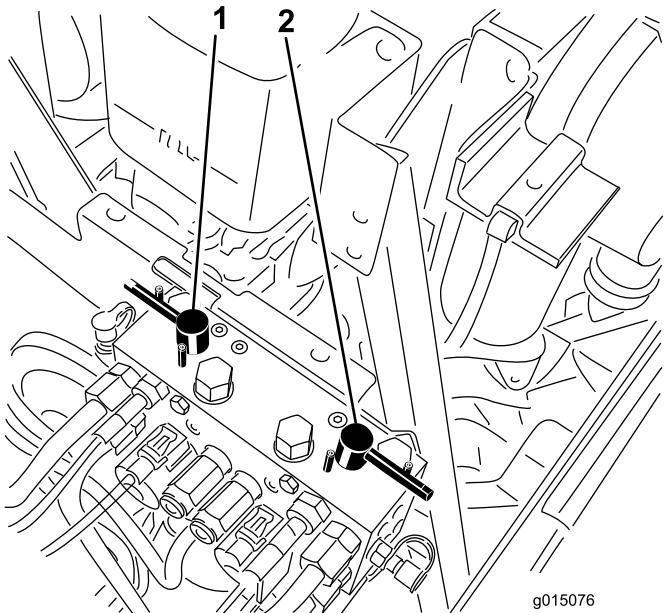

Figura 76
- Seleccione la palanca de autoafilado correspondiente a los molinetes que desea autoafilurar: delanteros, traseros o ambos (Figura 76).